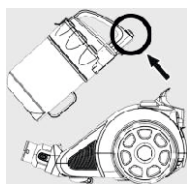

Рис. 15
2. Натисніть на кнопку, що знаходиться на ручці пилозбірника і зніміть його (рис. 15).